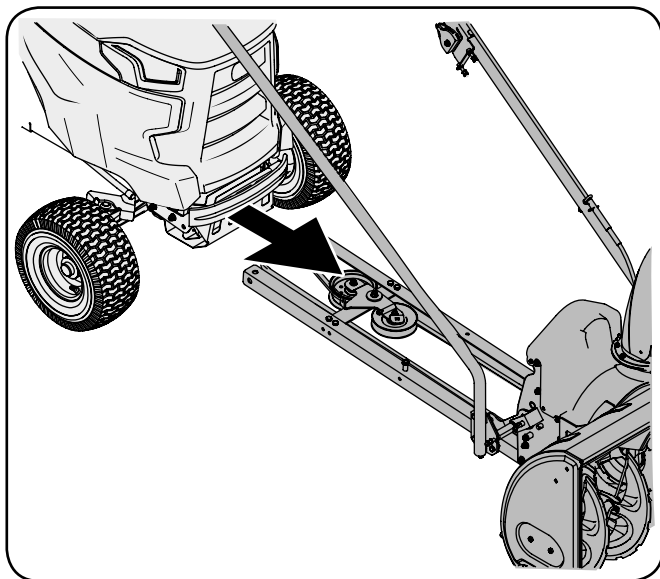

Рисунок 3-23
1. Установите трактор по центру над направляющей рамой с прикрепленным узлом несущей платформы (см. рис. 3-23).